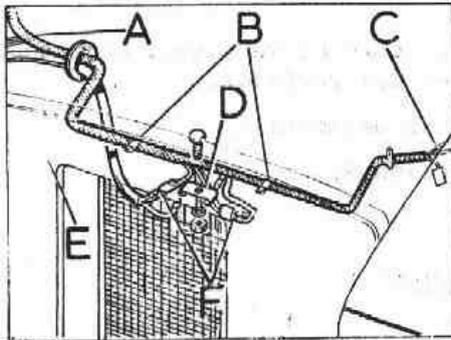

Fig. Q-7 Cables de las lámparas delanteras
- 1.9. Desconectar los cables de los faros, en su unión a los conectores, F (Fig. Q-7).
- 1.10. Desconectar los cables de las lámparas de posición del lado izquierdo, en su unión a los conectores, C (Fig. Q-7).
- 1.11. Extraer el cableado principal, A (Fig. Q-7) de su alojamiento en la calandra, E, desmontando las abrazaderas, B, y la toma de masa, D.